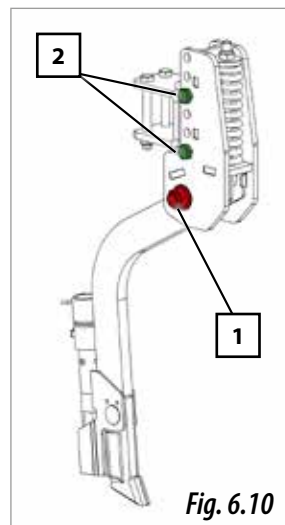

Fig. 6.10
- **BRAZOS DE SIEMBRA REGULABLES EN ALTURA** (Fig. 6.10)
Estos brazos están sujetos al soporte mediante un tornillo estampado SOLÀ (1, Fig. 6.10) provisto de tuerca autoblocante, que al actuar sobre la misma se controla la holgura del brazo.
Estos brazos son regulables en 3 puntos de profundidad (Fig. 6.10), permitiendo bajar los brazos hasta 4,5 cm, para regular su altura:
- 1-** Retirar los tornillos y las tuercas (2, Fig 6.10).